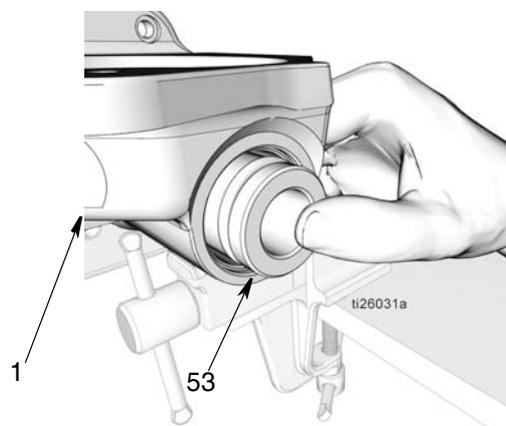

FIG. 42
- Presione el manguito (53) con los pulgares hasta introducirlo en la base de la bomba (1). Después, con una varilla blanda, presione el manguito hasta el fondo lo más posible (FIG. 42).